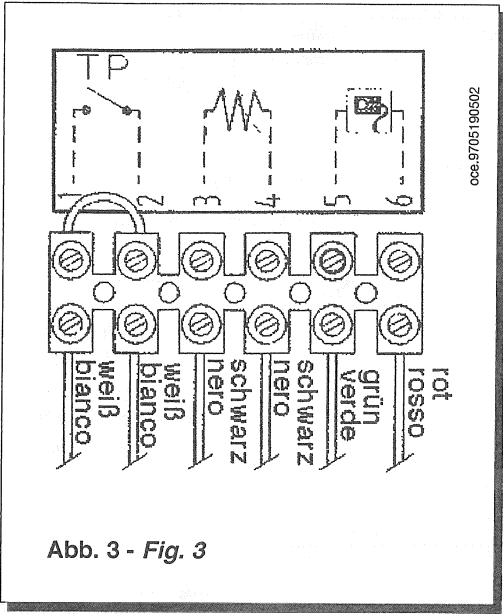

Abb. 3 - Fig. 3
- Auf das Klemmenbrett im innem des Bedienfeldes (Abb. 3) zugreifen, um den Anschluß des Außenfühlers der Fernsteuerung und des Thermostats für Fußbodenanlagen auszuführen.
- Außenfühler** (Sonderzubehör): die beiden Kabel des Außenfühlers an die Klemmen 3 und 4 anschließen (Abb. 3). Der Temperaturwert des Kessels wird in diesem Fall abhängig von der gemessenen Außentemperatur und dem gewählten Verlustkoeffizienten kt selbsttätig eingegeben. Das Korrelationsgesetz (Vorlauftemperatur ist eine Funktion der Außentemperatur) ist im Diagramm 1 dargestellt. Detaillierte Angaben zur Anbringung des Außenfühlers erhalten Sie in den dem Fühler beigelegten Angaben.
- Die Kabel der Fernsteuerung an Klemmen 5 u. 6 (Abb. 3) anschließen. Die Klemme 5 muss an die Klemme + der Fernsteuerung angeschlossen werden.
- Thermostat für Fußbodenanlage** (im Handel erhältlich): Die Brücke an den Klemmen 1 und 2 (Abb. 3) entfernen und die Thermostatkabel anschließen
- Accedere alla morsettiera delle connessioni, presente all'interno del cruscotto comandi (fig. 3), per il collegamento della sonda esterna del telecontrollo e del termostato per impianti a pavimento.